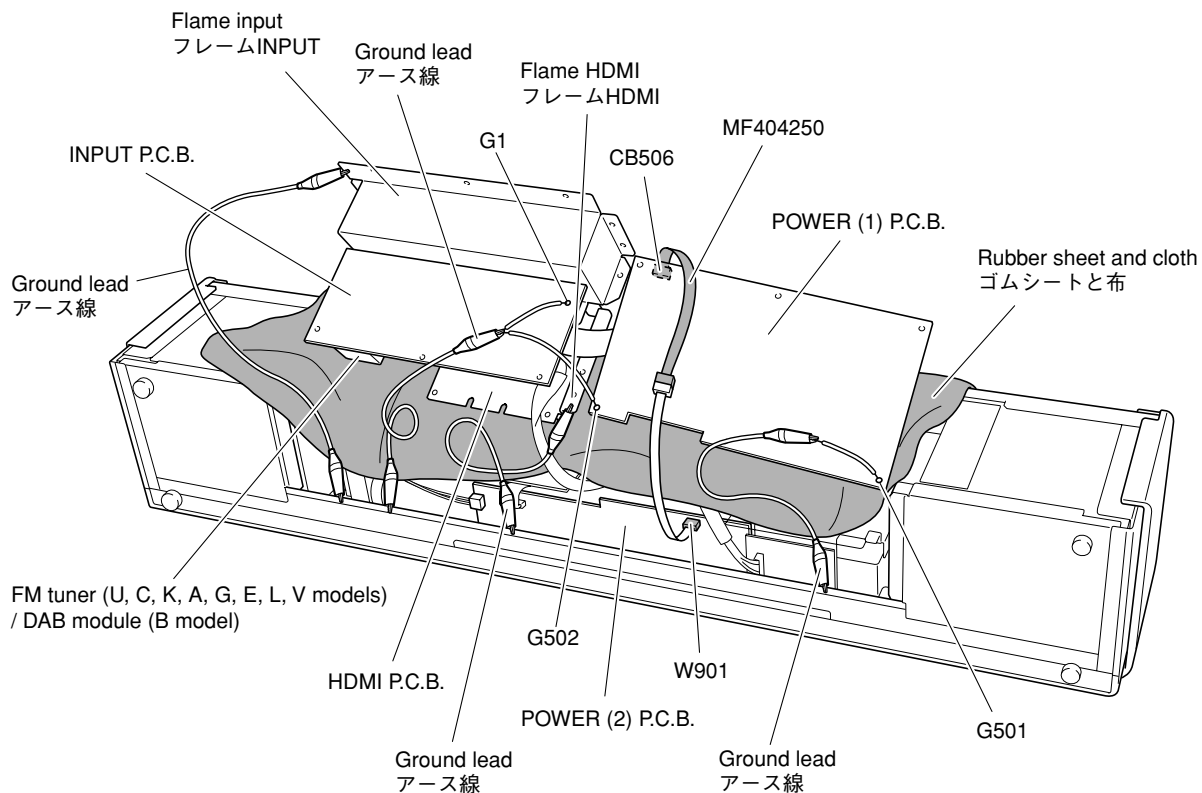

Fig. 6
* Put the rubber sheet and cloth over the equipment. Then place the P.C.B.s upside down on the cloth and check it. (Fig. 6)
* In this unit, the ground of P.C.B.s is connected to the panel or chassis. When these P.C.B.s are removed from the panel or chassis, connect the ground point to the panel or chassis, using a ground lead wire or such. (Fig. 6)
- ・本機の上にゴムシートと布を敷き、その上にP.C.B.を裏返しに置いてチェックします。(Fig. 6)
- ・本機ではP.C.B.のアースがパネルまたはシャーシに接続されています。P.C.B.をパネルまたはシャーシより取り外した場合、リード線等でアースポイントをパネルまたはシャーシに接続してください。(Fig. 6)